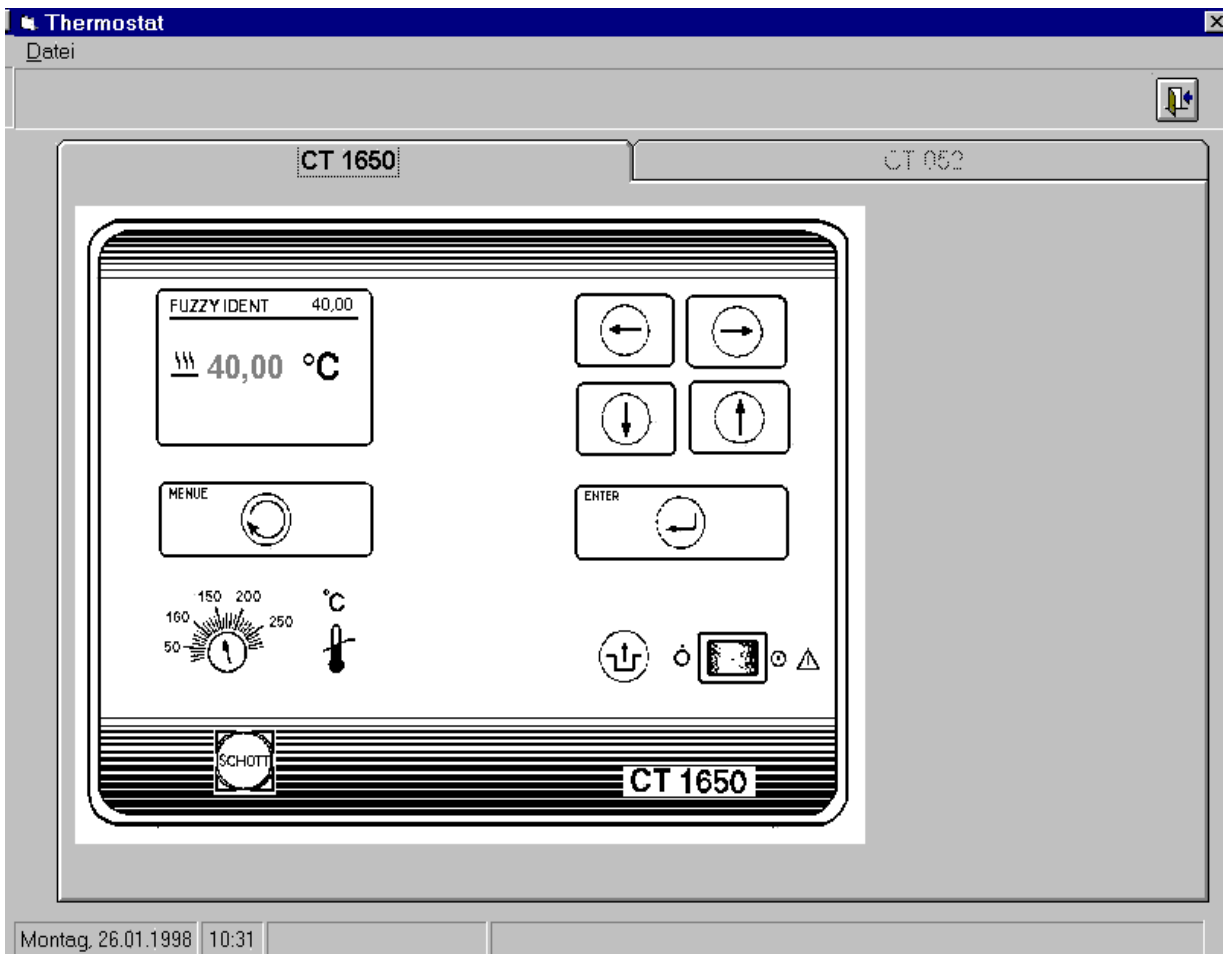

Abb. 17: Einhänge - Thermostat CT 1650
3.3 Parametrierung der Thermostaten	Abb. 17 ff ab Seite 26